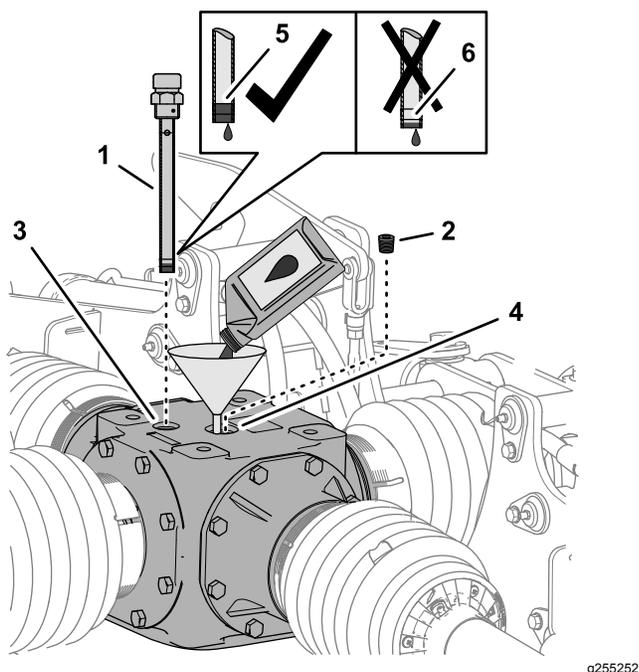

Рисунок 61
2. Выверните пробку из заливного отверстия в верхней части редуктора (Рисунок 61).
3. Долейте 2484 мл трансмиссионного масла указанного типа в редуктор через заливное отверстие (Рисунок 61).
4. Заверните масломерный щуп в отверстие, выверните щуп и проверьте уровень масла по щупу (Рисунок 61).
6. Заверните масломерный щуп в заливное отверстие и затяните его (Рисунок 61).
7. Заверните пробку в заливное отверстие и затяните ее (Рисунок 61).